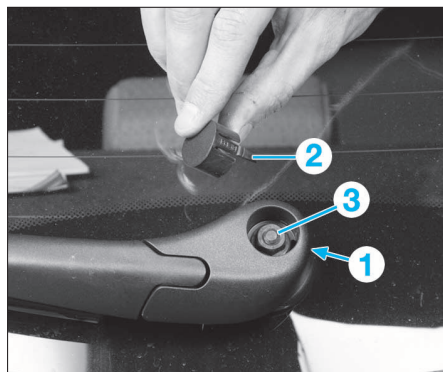

FIG. 95
- Déclipser l'obturateur en exerçant une légère pression (1) sur les clips (2) (Fig.95).